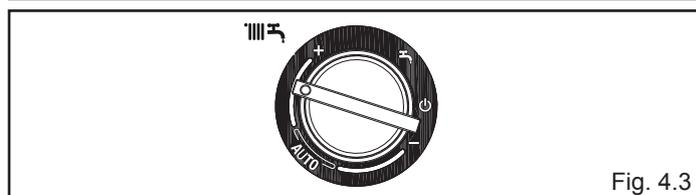

Fig. 4.3
**Inverno:** ruotando il selettore di funzione (fig. 4.3) all'interno dell'area contraddistinta con "+" e "-", la caldaia fornisce acqua calda sanitaria e riscaldamento.
Per regolare la temperatura dell'acqua di riscaldamento, ruotare in senso orario la manopola con il simbolo ☰☱ (fig. 4.3) all'interno dell'area contraddistinta con "+" e "-".